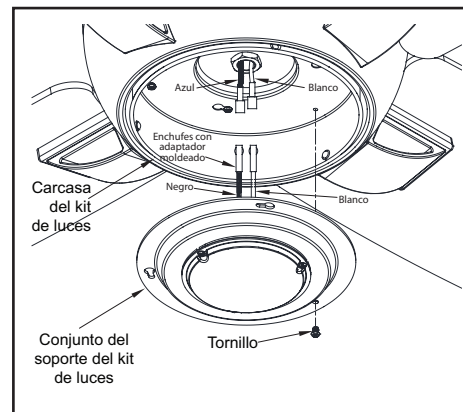

Figura 15
3. Quita un tornillo de la carcasa del kit de luces y afloja, pero no quites, los otros dos. Conecta los cables del conjunto del soporte del kit de luces a los cables del conjunto motor-ventilador uniendo los enchufes moldeados del adaptador. Coloca con cuidado todos los cables y empalmes dentro de la caja del interruptor. (Figura 15)
de los dos tornillos aflojados encajen en las ranuras tipo ojo de cerradura. Gira el conjunto del soporte kit de luces hacia la derecha y aprieta los tornillos. Vuelve a instalar el tornillo que retiraste en el paso 3 y apriétalo firmemente. (Figura 15)